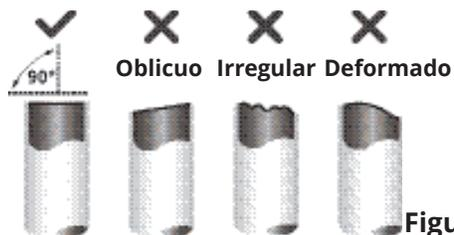

Figura 6.3
3. Asegúrese de que la tubería esté cortada en un ángulo perfecto de 90°. Consulte la **Figura 6.3** a continuación para ejemplos de corte.